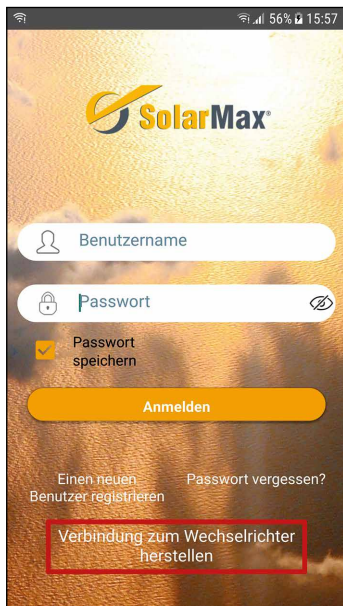

Abb. 22: Start-Menü am mobilen Gerät zur Gerätekonfiguration
2. Ist das mobile Gerät mit dem WLAN-Access Point verbunden, starten Sie die MaxLink-App. Klicken Sie auf die Schaltfläche "Verbindung zum Wechselrichter herstellen" (siehe Abb. 22). Eine Liste aller verfügbaren Wechselrichter erscheint.